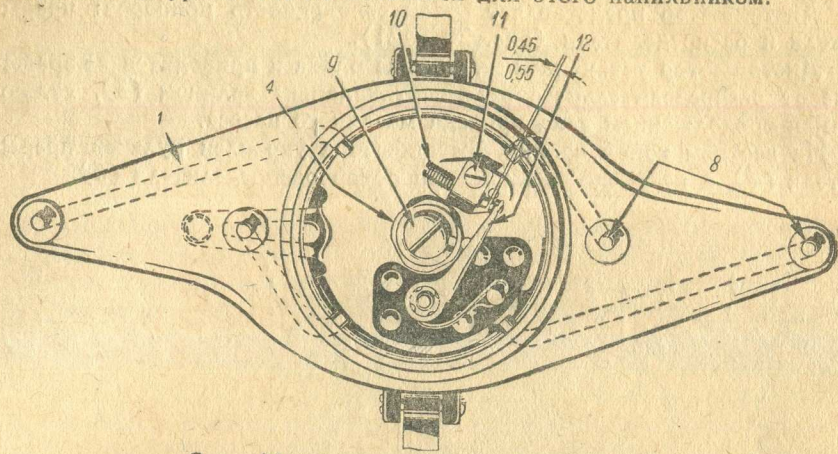

Рис. 21. Дистрибутор (вид сверху).
6) ослабить зажимной винт (9) кулачка (4) (рис. 21), чтобы кулачок (4) можно было свободно вращать;